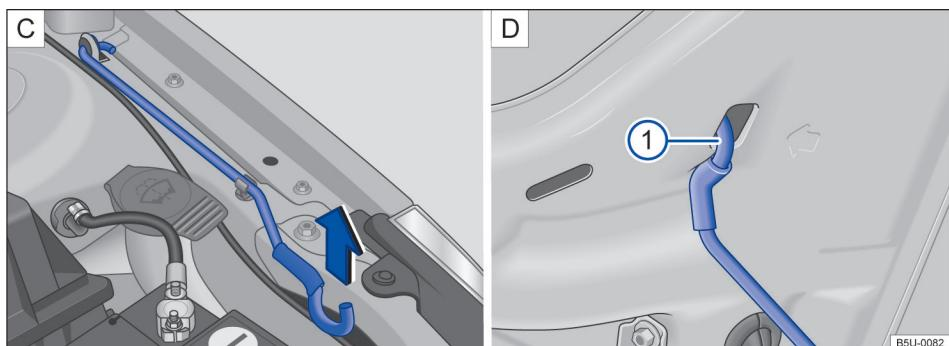

Fig. 125 [C] Haste de sustentação da tampa do compartimento do motor. [D] Tampa do compartimento do motor apoizada na haste de sustentação.
- Retirar a haste de sustentação do suporte no sentido da seta → Fig. 125 [C] e posicioná-la na abertura na tampa do compartimento do motor → Fig. 125 ① [D].
- Retirar a haste de sustentação do furo → Fig. 125 ① [D] e encaixá-la no suporte do fecho → Fig. 125 [C].